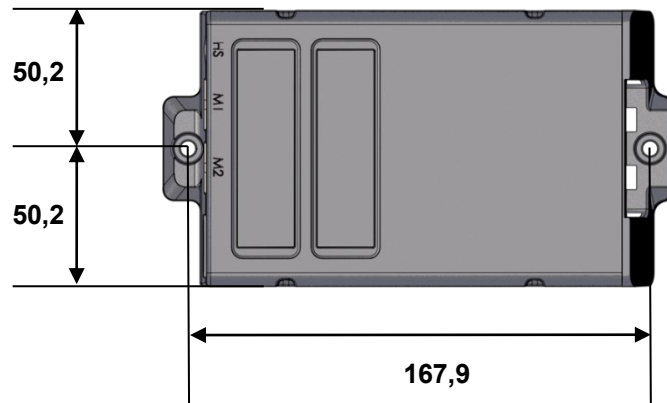
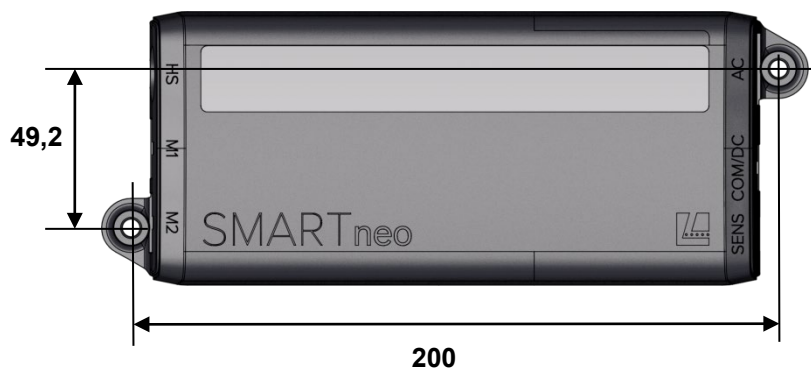
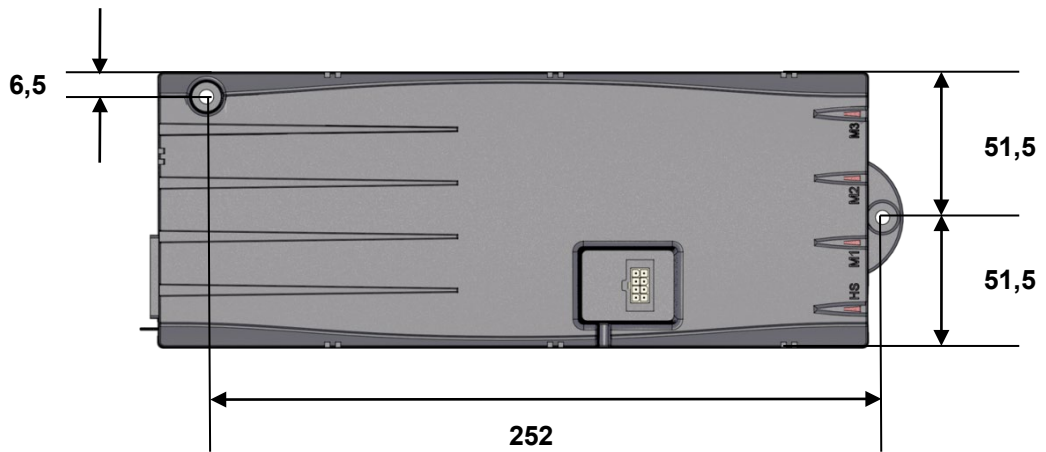

Abbildung 39 Montagemaße: Steuerung SMART (Angaben in mm)
Abbildung 41 Montagemaße: Steuerung SMARTneo / SMARTneo-pro (Angaben in mm)
Abbildung 43 Montagemaße: Steuerung COMPACT (Angaben in mm)
- 1 Zeichnen Sie die Bohrlöcher an. Die Bohrmaße finden Sie in Abbildung 39 (Steuerung SMARTeco), Abbildung 41 (Steuerung SMARTneo / SMARTneo-pro) bzw. Abbildung 43 (Steuerung COMPACT).